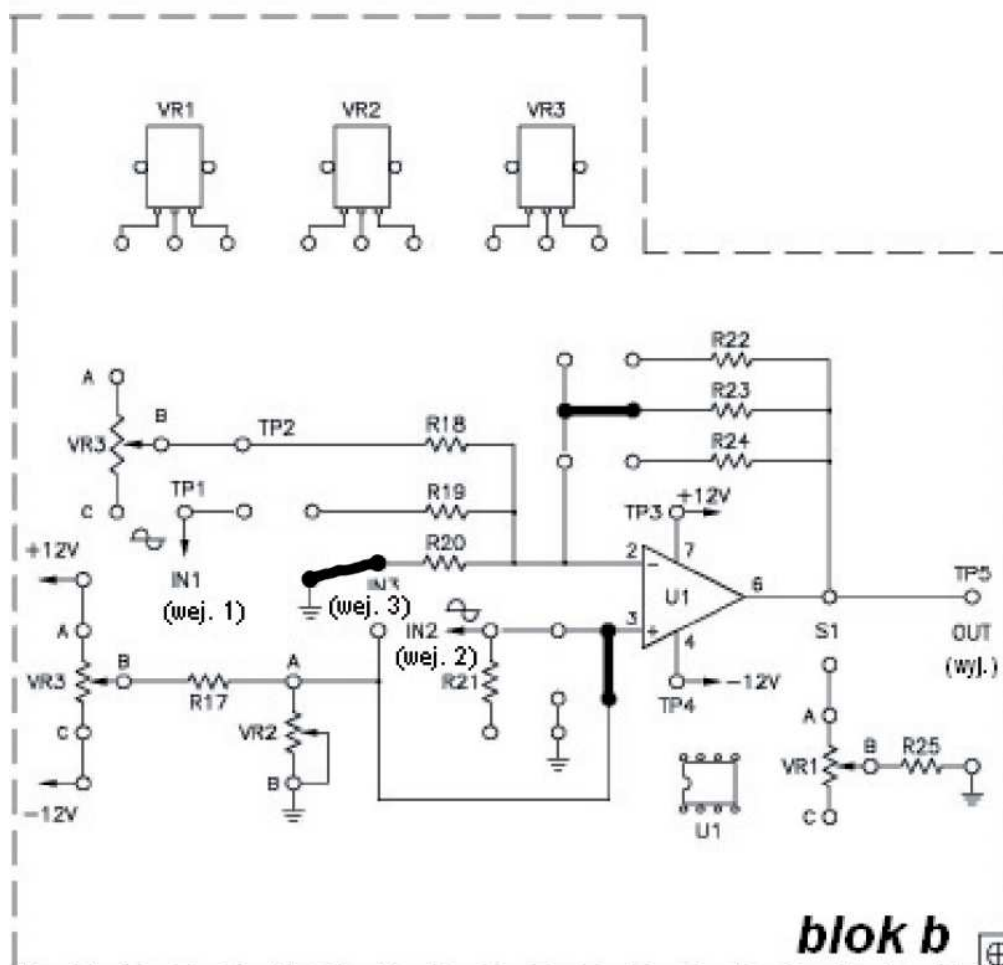

Rys. 1: Schemat montażowy (moduł KL-25006 blok b)
1. Zestawić układ pomiarowy zgodnie z rys. 1. Układ zasilić napięciami stałym +12 V/-12 V.